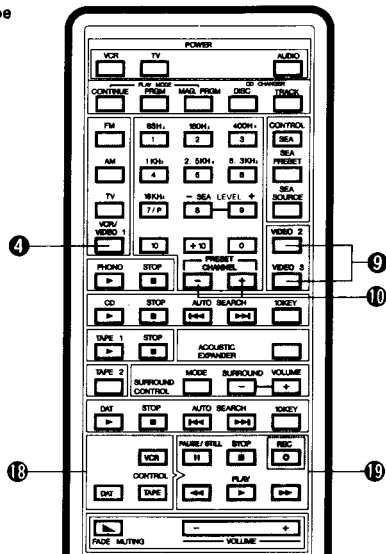
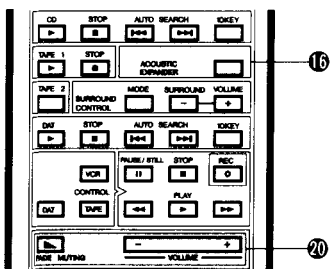

Fig. 17
Fig. 18
Video cassette recorder playback (Fig. 17)
How to control the VCR without making any selection with the amplifier's source selector (Fig. 17)
Lecture de magnétoscope (VCR) (Fig. 17)
Commande du magnétoscope sans effectuer aucune sélection avec le sélecteur de source de l'amplificateur (Fig. 17)
**Switch the audio and video signals from the video equipment (connected to the TV set). (Fig. 17)**
- ⑨ **VIDEO 2** or **VIDEO 3**: The "SOUND SELECT" of the Amplifier selects the "TV".
- ⑨ **VIDEO 2** or **VIDEO 3** (TARGET → TV): The "INPUT SELECT" of the TV set selects the "VIDEO 2" or "VIDEO 3".
**ACOUSTIC EXPANDER effects (Fig. 18)**
- ⑩ **ACOUSTIC EXPANDER**: Press this button to engage ACOUSTIC EXPANDER effects. Pressing this button again, the ACOUSTIC EXPANDER effects are by-passed.
**Move volume up or down (Fig. 18)**
- ⑳ **VOLUME** [ - ] [ + ]: The sound volume is increased or decreased gradually.
**Mute the sound (Fig. 18)**
- ⑳ **FADE MUTING** [|||||]: The volume is further decreased each time this button is pressed.
**Basculement des signaux audio et vidéo de l'appareil audio (raccordé au téléviseur) (Fig. 17)**
- ⑨ **VIDEO 2** ou **VIDEO 3**: Le mode de sélection de son (SOUND SELECT) de l'amplificateur permet de sélectionner le mode de téléviseur (TV).
- ⑨ **VIDEO 2** ou **VIDEO 3** (Cible → téléviseur): Le mode de sélection d'entrée (INPUT SELECT) du téléviseur permet de sélectionner le mode "VIDEO 2" ou "VIDEO 3".
**Effets d'expansion acoustique (ACOUSTIC EXPANDER) (Fig. 18)**
- ⑩ **Expansur acoustique (ACOUSTIC EXPANDER)**: Appuyer de nouveau sur cette touche pour ignorer les effets d'expansion acoustique (ACOUSTIC EXPANDER).
**Augmentation et diminution de volume (Fig. 18)**
- ⑳ **Volume** [ - ] [ + ]: Le volume de son est augmenté ou diminué graduellement.
**Diminution de volume par paliers (Fig. 18)**
- ⑳ **Silencieux en fondu (FADE MUTING)** [|||||]: Le volume est diminué par paliers à chaque pression de cette touche.